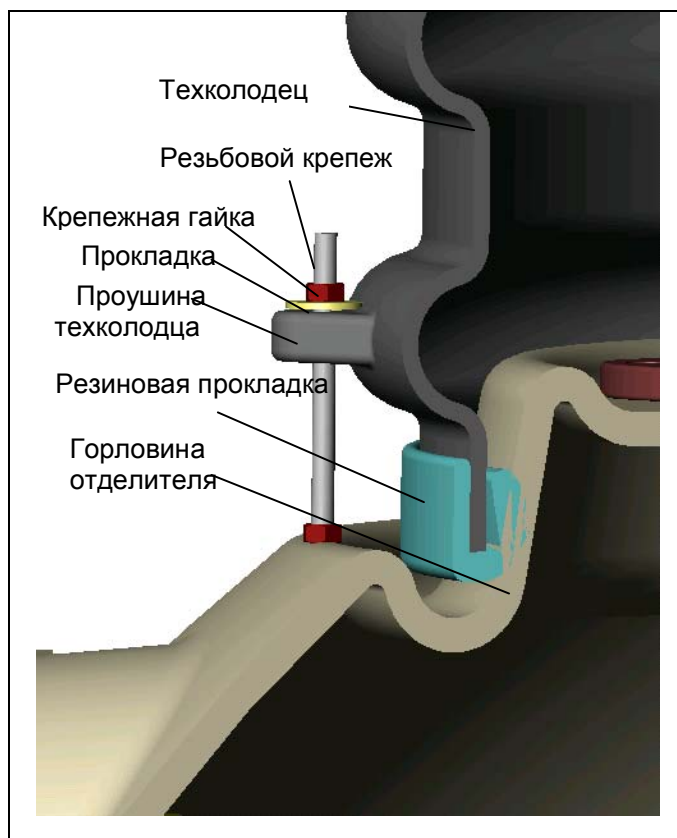

Рис. 3. репеж техколодца EuroHUK к бензомаслоотделителю EuroPEK Omega.
3. Тщательно уплотните слой песка со всех сторон отделителя. Продолжайте засыпку песком слоями по 15 мм до уровня входного патрубка, при этом тщательно уплотняя песок. Установите колодец для отбора проб, принцип установки, как и у отделителя (см. рис. 3 пункт 3.1 установка). Установите входные и выходные патрубки отделителей. Параллельно с засыпкой заполняйте отделитель водой.
4. Освободите техническую горловину колодца для регулирования потока от защитной крышки. Вкрутите резьбовой крепеж (4 шт. длина пр. 12 см). Установите на техколодец резиновую прокладку и затем установите техколодец на горловину отделителя. Закрепите его при помощи резьбового крепежа в местах крепления (Рис. 3). Техколодец колодца для отбора проб крепится при помощи замков, расположенных на колодце для отбора проб.